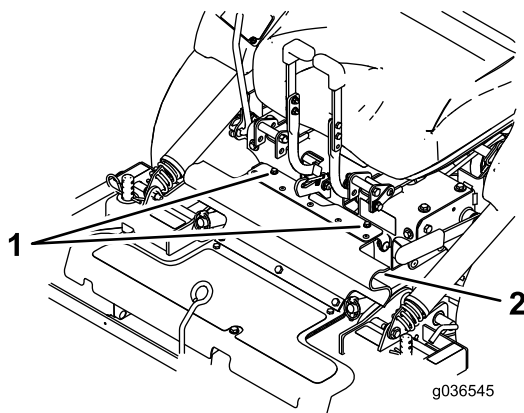

Bild 80
8. Lösen Sie die Schraube, mit der die Schutzvorrichtung befestigt ist (**Bild 80**).
8. Setzen Sie die Schutzvorrichtung in die Klemme ein und befestigen Sie ihn mit den daran befestigten Schrauben (**Bild 80**).